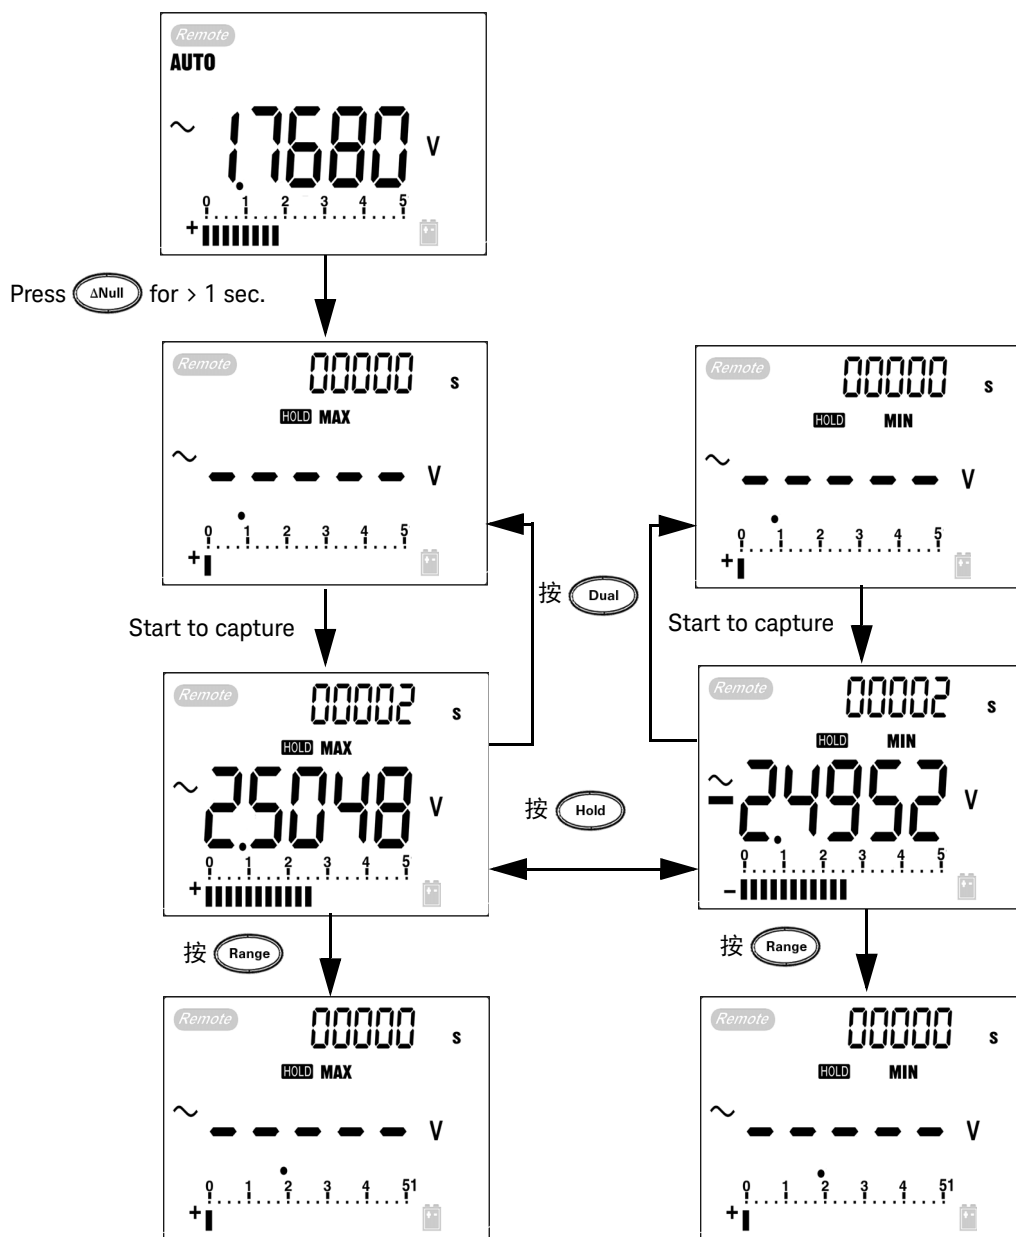

图 3-6 1 ms 峰值保持模式操作
- 4 根据第 84 页上的图 3-6 中所示的测量，最大因数将是  $2.5048/1.768 = 1.416$ 。